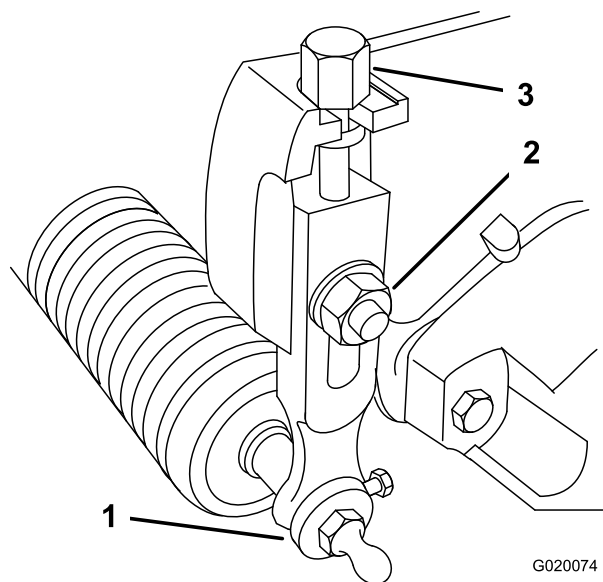

図 14
1. 刈り高アームをカッティングユニットのサイドプレートに固定しているロックナットをゆるめる図 14。